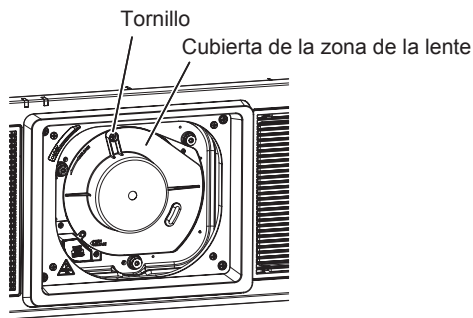

Figura 1
- 1) **Afloje el tornillo que fija la cubierta de la zona de la lente. (Figura 1)**